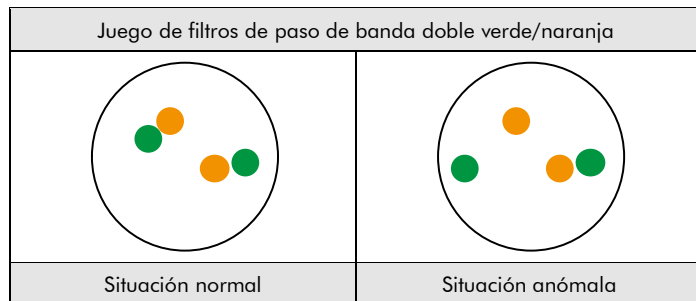

Fig. 2: Resultados previstos en núcleos normales y anómalos
**Situación normal:** En las interfases de células normales o células sin una translocación que afecte a la región del gen DDIT3, aparecen dos señales de fusión verdes o naranjas (ver Fig. 2).
**Situación anómala:** Una región del gen DDIT3 afectada por una translocación se indica mediante una señal verde independiente y una señal naranja independiente (ver Fig. 2).